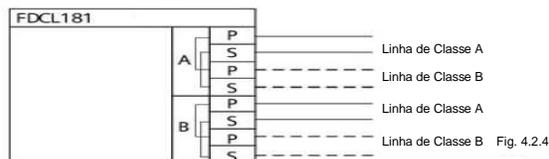

Fig. 4.2.4
1. Conecte os cabos aos terminais de acordo com a Fig. 4.2.4.